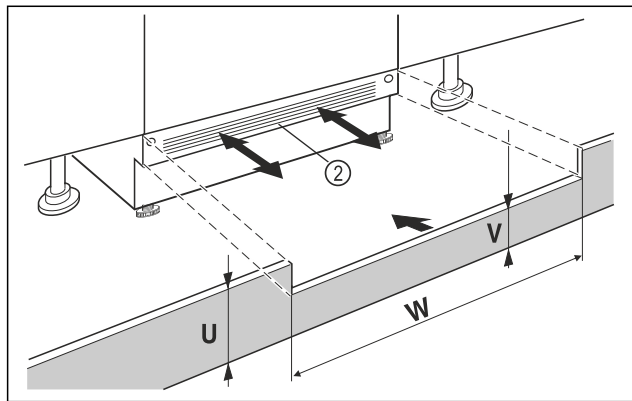

Fig. 98 Ilustratīvs attēlojums
- Uzlieciet, taču vēl nenofiksējiet ierīces pamatnes aizsegu Fig. 98 (2).
- Ja ir redzams pamatnes aizsegs Fig. 98 (2), pavelciet to tik tālu uz priekšu, lai ventilācijas režģa priekšējā mala un mēbeles pamatnes aizsegs veidotu vienu līmeni.
- Ja ir nosepts pamatnes aizsegs Fig. 98 (2), bīdīet to pilnīgi uz aizmuguri.
- Ievērojiet, lai būtu pilnīgi brīvas ventilācijas spraugas: Pielāgojiet pēc vajadzības mēbeles pamatnes aizsega Fig. 98 (U) augstumu!
- Gar nišas platumu Fig. 98 (W) pielāgojiet pārsedes augstumu Fig. 98 (V) zem ierīces pamatnes aizsega Fig. 98 (2).